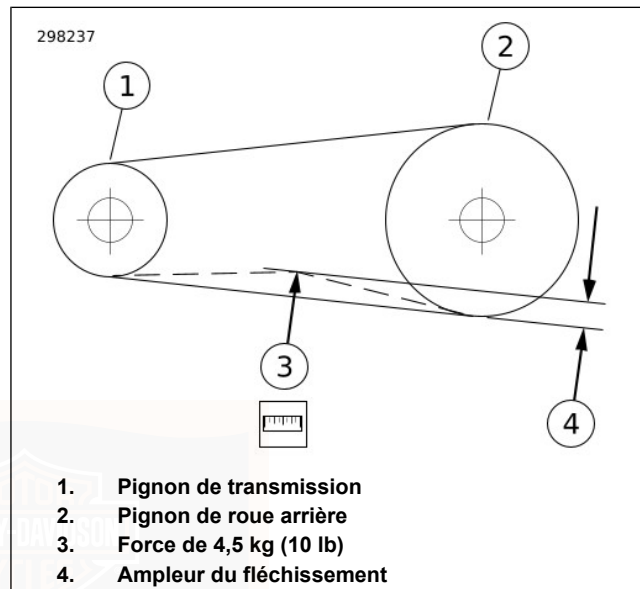

Figure 78. Vérification du fléchissement de la courroie
- b. **Tous les autres modèles** : voir Figure 78. Mesurer le fléchissement de la courroie (4) tout en immobilisant la jauge.